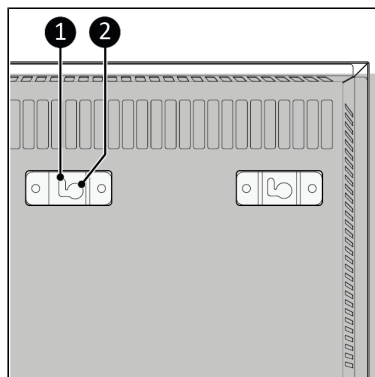

Figure 64.
14. Placez les trous du support (Figure 64, pos. 2) sur les vis du mur.
15. Faites glisser l'appareil vers la gauche et laissez-le tomber dans l'ouverture des supports (Figure 64, pos. 1).